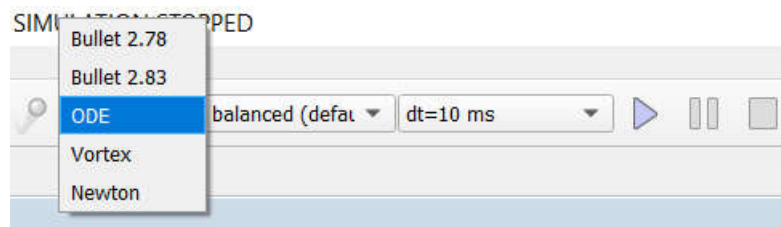

Рис. 15. Выбор движка симуляции «*ODE*» в среде CoppeliaSim
- 24.На верхней панели инструментов выберите тип движка симуляции «*ODE*» (рис. 15). Запустите симуляцию. Моторы левого и правого колеса робота настроены на скорость вращения 400 градусов в секунду.